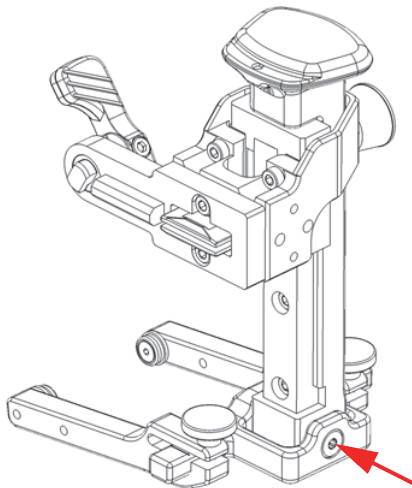

Figura 2-24 Riposizionamento della vite
7. Rimontare la vite nella traversa rotante della staffa (Figura 2-24 a pagina 59).